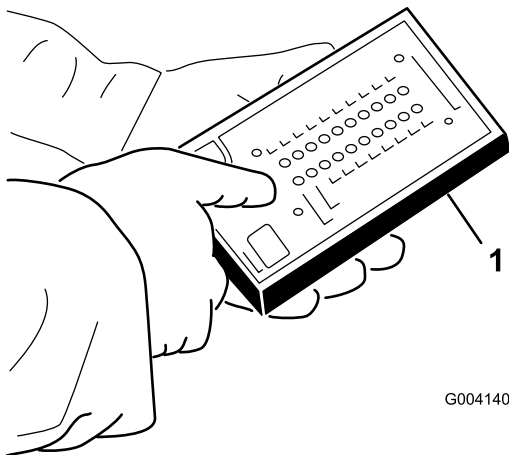

Figure 48
5. Branchez le connecteur de l'affichage de diagnostic ACE au connecteur du faisceau de câblage (Figure 48).